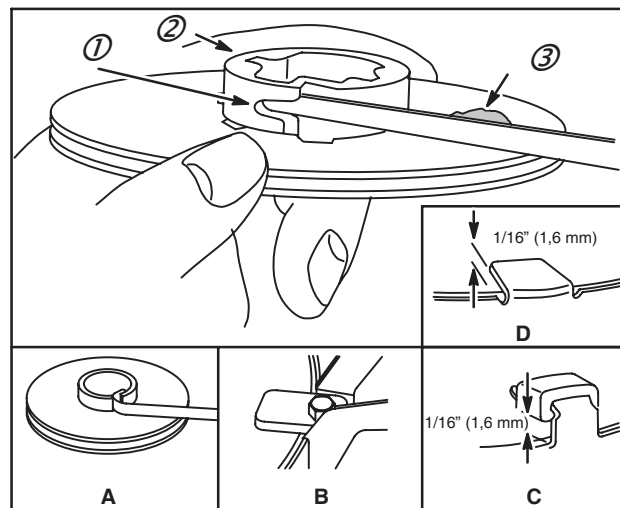

Fig. 8
5. Insérer l'une des extrémités du ressort dans le carter de ventilation et l'accrocher dans la poulie, Fig. 8. Trou dans la poulie (1), moyeu (2). La vue détaillée illustre : **A, B, C** : Anciens modèles, **D** : modèle actuel – plier la languette pour laisser un jeu minimum de 1,6 mm.
6. Appliquer un peu de graisse (3) uniquement sur la poulie en acier.
7. Placer la poulie dans le boîtier et plier la languette, Fig. 8. Ajuster le jeu de la languette comme indiqué. La poulie doit être poussée à fond dans le boîtier pour mesurer le jeu de la languette.